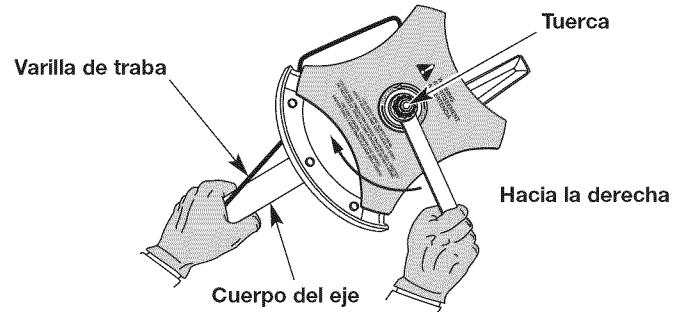

Fig. 14
3. Mientras sujeta la varilla de traba en su lugar, afloje la tuerca girándola hacia la derecha con una llave de boca cerrada o de cubo de 5/8 de pulgada (Fig. 14).
3. Sostenga firmemente la varilla de traba contra el cuerpo del eje (Fig. 14).